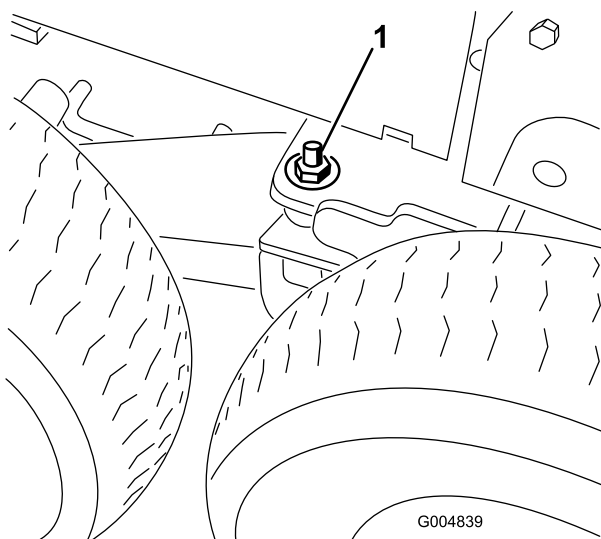

Figura 118
43. Rimuovete la rondella piana (1/2 poll.) e il dado (1/2 poll.) montati sul prigioniero sul perno del carrello (Figura 118).